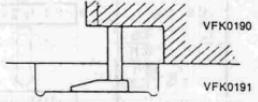

图76
- 步骤: ①拆下磁带盒仓;
②把导柱调整模板安装在带盘上;
③把带盘高度表放在模板上, 使高度表的探针与导柱调整模板的切口部分接触, 然后调整高度表指针为0, 如图76所示;